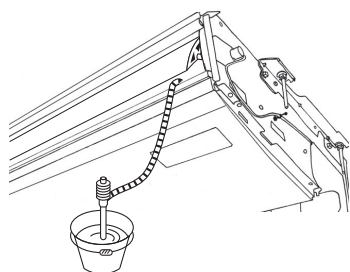

Fig. 5-3
1. Sujete el adaptador de junta ⑤ que se suministra con la unidad en la abertura de drenaje con cinta plástica adhesiva.
2. Asegure el tapón del adaptador ⑥, que se suministra con la unidad, en el adaptador de la junta ⑤.
3. Conecte el tubo de drenaje (VP-20) al adaptador de junta ⑤ con cinta adhesiva plástica.
4. Enrosque el tapón ⑦ del tubo de drenaje suministrado con la unidad. (Tapando la junta)
- Ⓒ Tapón del adaptador ⑥
- Ⓓ Adaptador de junta ⑤
- Ⓔ Tapón del tubo de drenaje ⑦
5. Comprobación de un drenaje correcto. (Fig. 5-3)